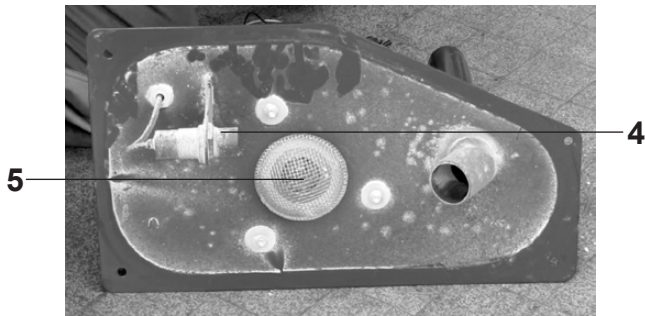

Fig. 15
4. Nettoyez le détecteur de niveau de remplissage (4, Fig. 15) et vérifiez si le câble du capteur n'est pas endommagé.
5. Nettoyez la grille de la turbine d'aspiration (5, Fig. 15).
7. Le profilé d'étanchéité (3, Fig. 15) ne doit pas être trop comprimé lors du remontage, les écrous à oreilles doivent uniquement être serrés à la main.